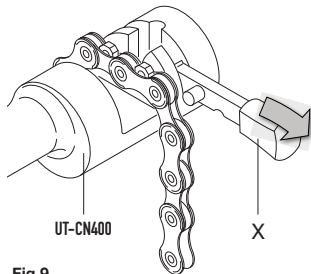

Fig.9
- Introduisez le maillon à refermer dans les logements prévus (**Fig. 9**).